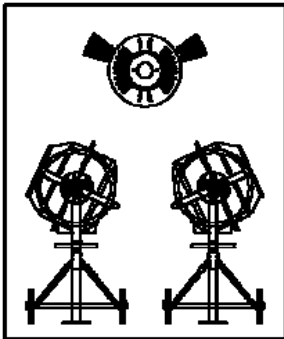

Fig.12
- Coloque el eje del tambor para la carga de mortero como se muestra en la Fig. 12.